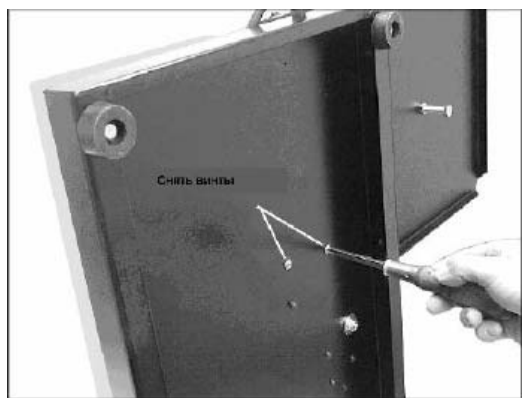

Рисунок 6
1. С внутренней стороны кромкооблицовочного станка, используя крестообразную отвертку, снимите два винта, которые крепят пистолет горячего воздуха (Рисунок 6).
3. Когда закончите, поставьте обратно пистолет горячего воздуха. Поставьте обратно и затяните два винта (Рисунок 6).